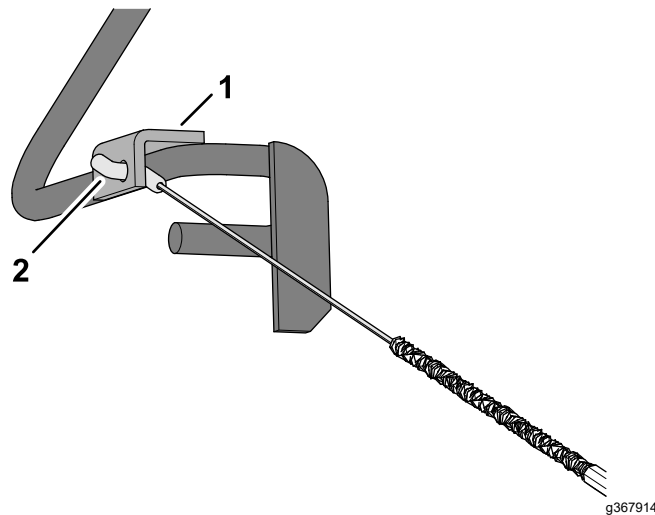

**Figura 10**
2. Insira a união do cabo através do orifício no suporte do manípulo de presença do operador, como se mostra na Figura 10.